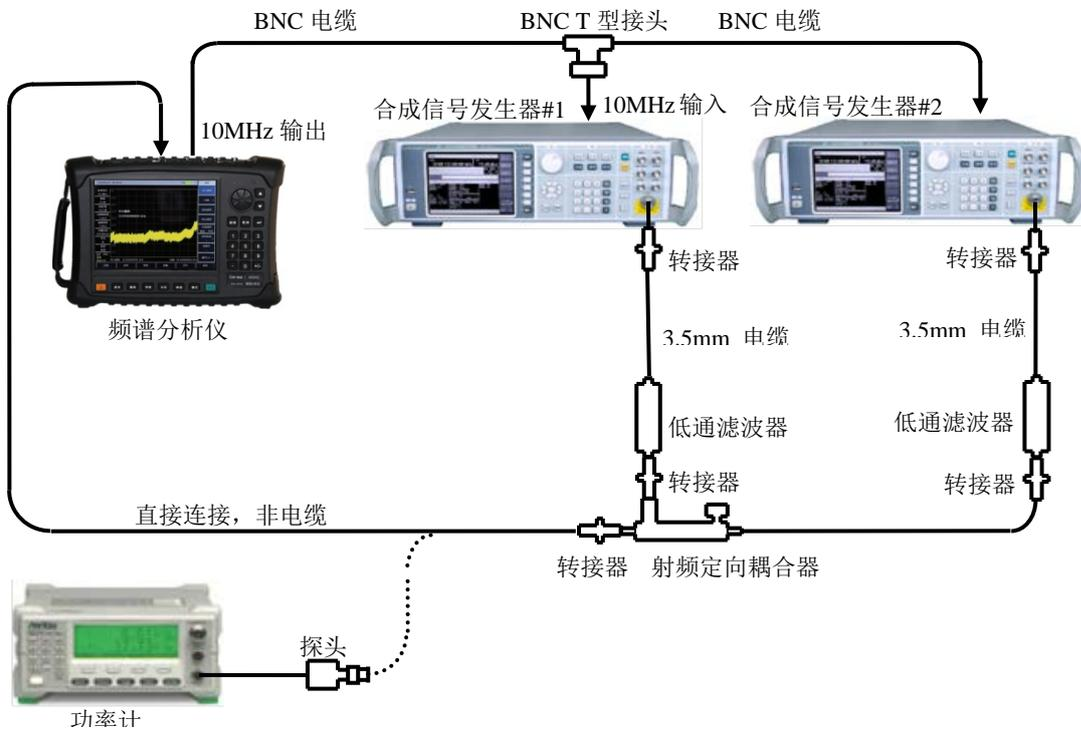

图 13-10 三阶交调失真测试设置 (50MHz~4GHz)
- 1) 如图 13-10 连接仪器，图中选择射频定向耦合器，根据测试频点选择合适的低通滤波器和转接器，不把定向耦合器接到频谱分析仪上。
- 29) 如图 13-10 连接测试设备, 选择合适频段的低通滤波器、转接器及射频定向耦合器, 参照步骤 1~16, 分别选择 900MHz、3GHz、4.5GHz 和 6GHz 作为 50MHz~2.4GHz、